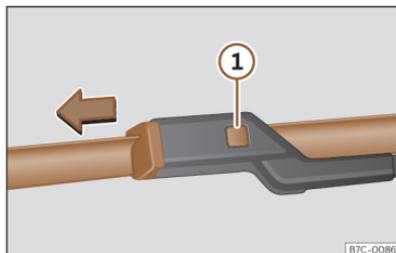

Fig. 197 Cambio de las escobillas del limpiaparabrisas.
- Mantenga presionada la tecla de desbloqueo >>> **fig. 197**  tirando ligeramente de la escobilla en el sentido de la flecha.